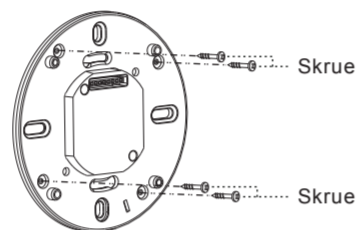

FIG.16
- 4.4.3.4 Sett 4 stk skruer i de tilhørende skruenhullene på detektorens festeplate, de 4 skruene vil ikke løse for å gjøre etterfølgende installasjoner enklere (se FIG.16).